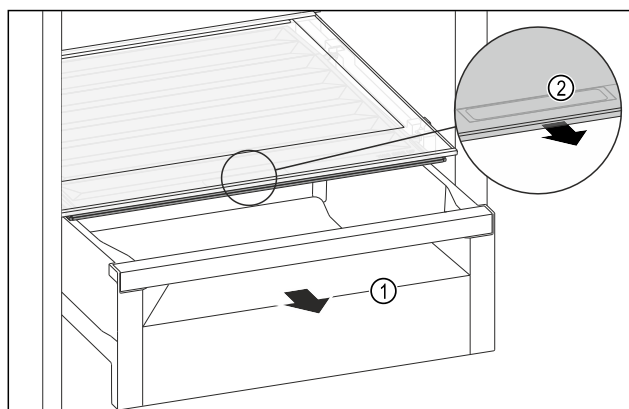

Fig. 171
- Zásuvku Fig. 171 (1) vytáhněte.
- Uchopte prohlubeň pro rukojeť Fig. 171 (2) na víko zásuvky a současně zatáhněte za víko zásuvky směrem dopředu.